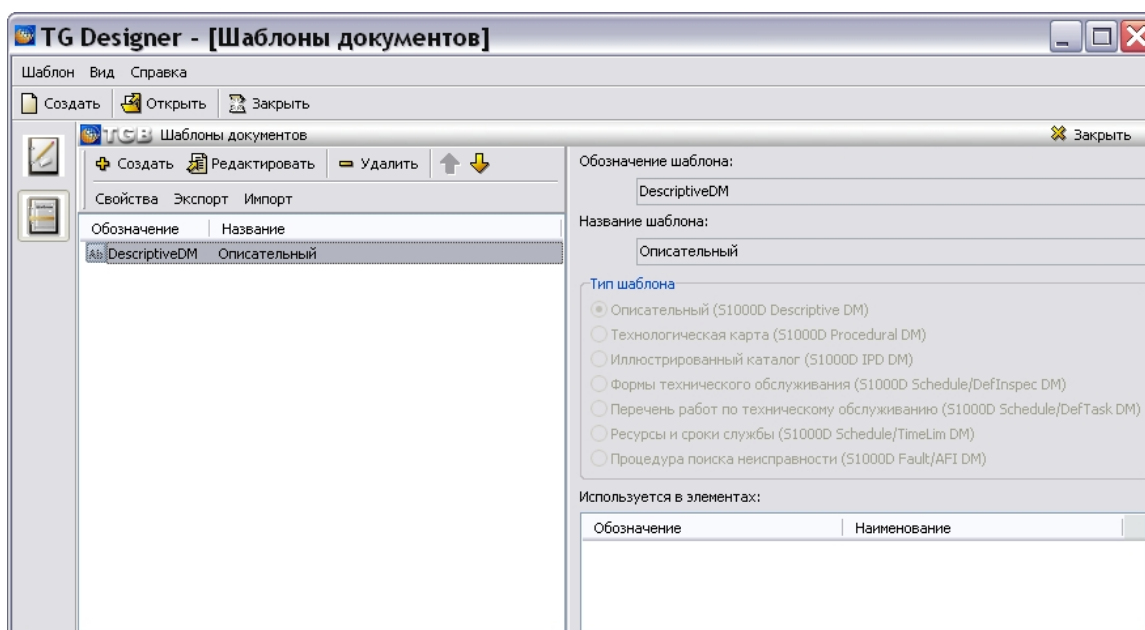

Рис. 3.14
4. В случае успешного импорта в левом окне редактора шаблонов документов появится название импортированного шаблона (Рис. 3.14).